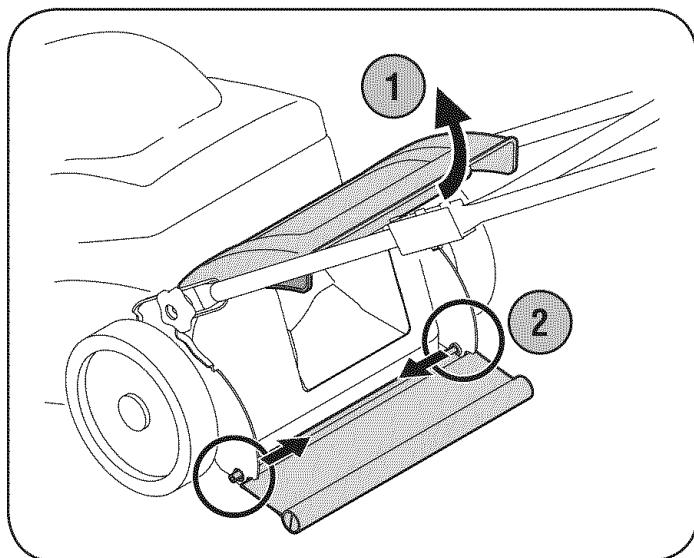

Figura 10
- Para retirar el escudo posterior, levante la puerta trasera y doble (combe) el escudo hacia adentro a cada lado para soltar las lengüetas de los orificios del bastidor de la cortadora. Vea la Figura 10.